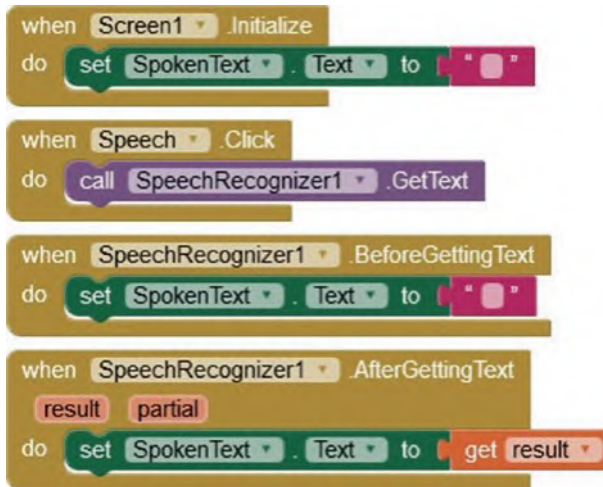
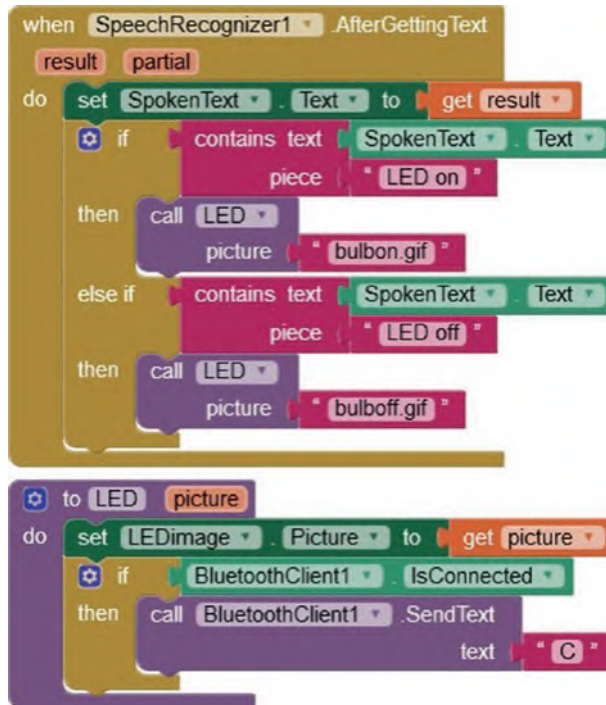
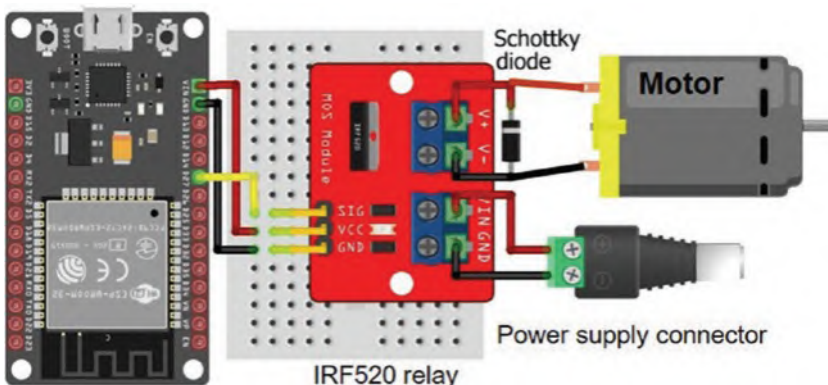

Рисунок 10-17. Распознавание речи
Рисунок 10-19. Распознавание речи с управлением изображением и Bluetooth
Рисунок 10-21. Релейный модуль MOSFET IRF520 и ESP32
Окно блоков состоит всего из четырех блоков (см. рис. 10-17). Когда пользователь нажимает кнопку *Speech*, функция распознавания речи *SpeechRecognizer*, расположенная в палитре *Media* в правой части окна конструктора, очищает содержимое метки *Spokentext*, просит пользователя говорить и преобразует речь в текст, который отображается в этой метке.
Функция `SpeechRecognizer.AfterGetting` на рис. 10-17 теперь вызывает процедуру `LED` с изображением, зависящим от содержимого метки `SpokenText` – фразы «*LED on*» или «*LED off*» (см. рис. 10-19). Процедура `LED` на рис. 10-5, которая отображает изображение, указывающее состояние светодиода, комбинируется с процедурой `Change LED` на рис. 10-7, отправляющей сообщение, состоящее из символа “C”, на микроконтроллер ESP8266 или ESP32. Скетчи для микроконтроллера ESP8266 или ESP32 в табл. 10-2 для включения или выключения светодиода по сообщению “C” не изменяются, так как не меняются реакции микроконтроллера на сообщения, отправляемые приложением.
Вместо того чтобы приложение распознавания речи включало или выключало светодиод непосредственно, управление осуществляется с помощью реле, подключенного к плате ESP8266 или ESP32. Скetchи в табл. 10-2 не изменяются, но текст в метке *SpokenText* (см. рис. 10-19) изменен с «LED on» и «LED off» на «Relay on» и «Relay off». Глава 15 («Радиочастотная связь») включает описание управления устройством с помощью реле. Например, релейный модуль MOSFET IRF520 может переключать постоянный ток до 100 В (DC) при 10 А, чтобы обеспечить питание двигателя, источника света или других устройств (см. рис. 10-21).